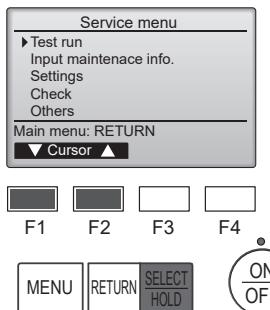

Fig. 6-3
- ③ Seleccione "Test run" (Modo prueba) con el botón [F1] o [F2], y pulse el botón [SELECT/HOLD]. (Fig. 6-3)